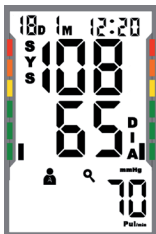

Abb. 8
- Drücken Sie die rechte Pfeiltaste „MEM“ länger als 3 Sekunden. Der letzte gemessene Wert wird im Display angezeigt (s. Abb. 8). Mit den Pfeiltasten können Sie nun in chronologisch absteigender Richtung durch die gemessenen Werte blättern. Datum und Uhrzeit der Messung werden dabei automatisch angezeigt. An den Seiten des Displays sehen Sie außerdem, in welchem Bereich sich der gemessene Wert befindet („Bi-Klassifizierungs Skala“).